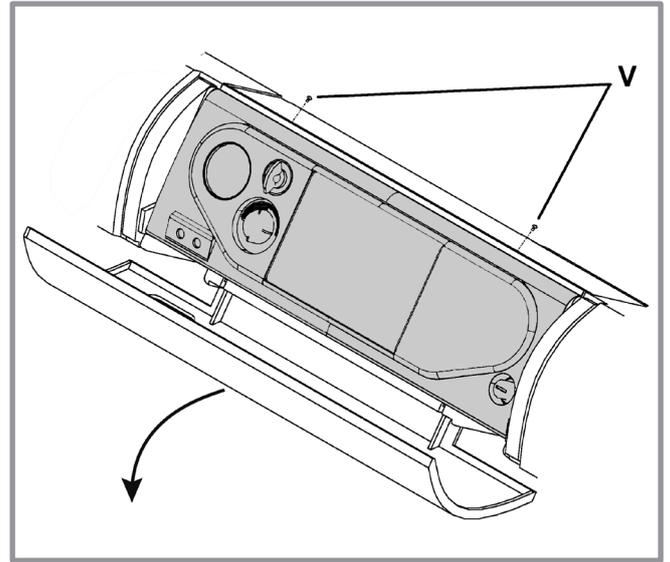
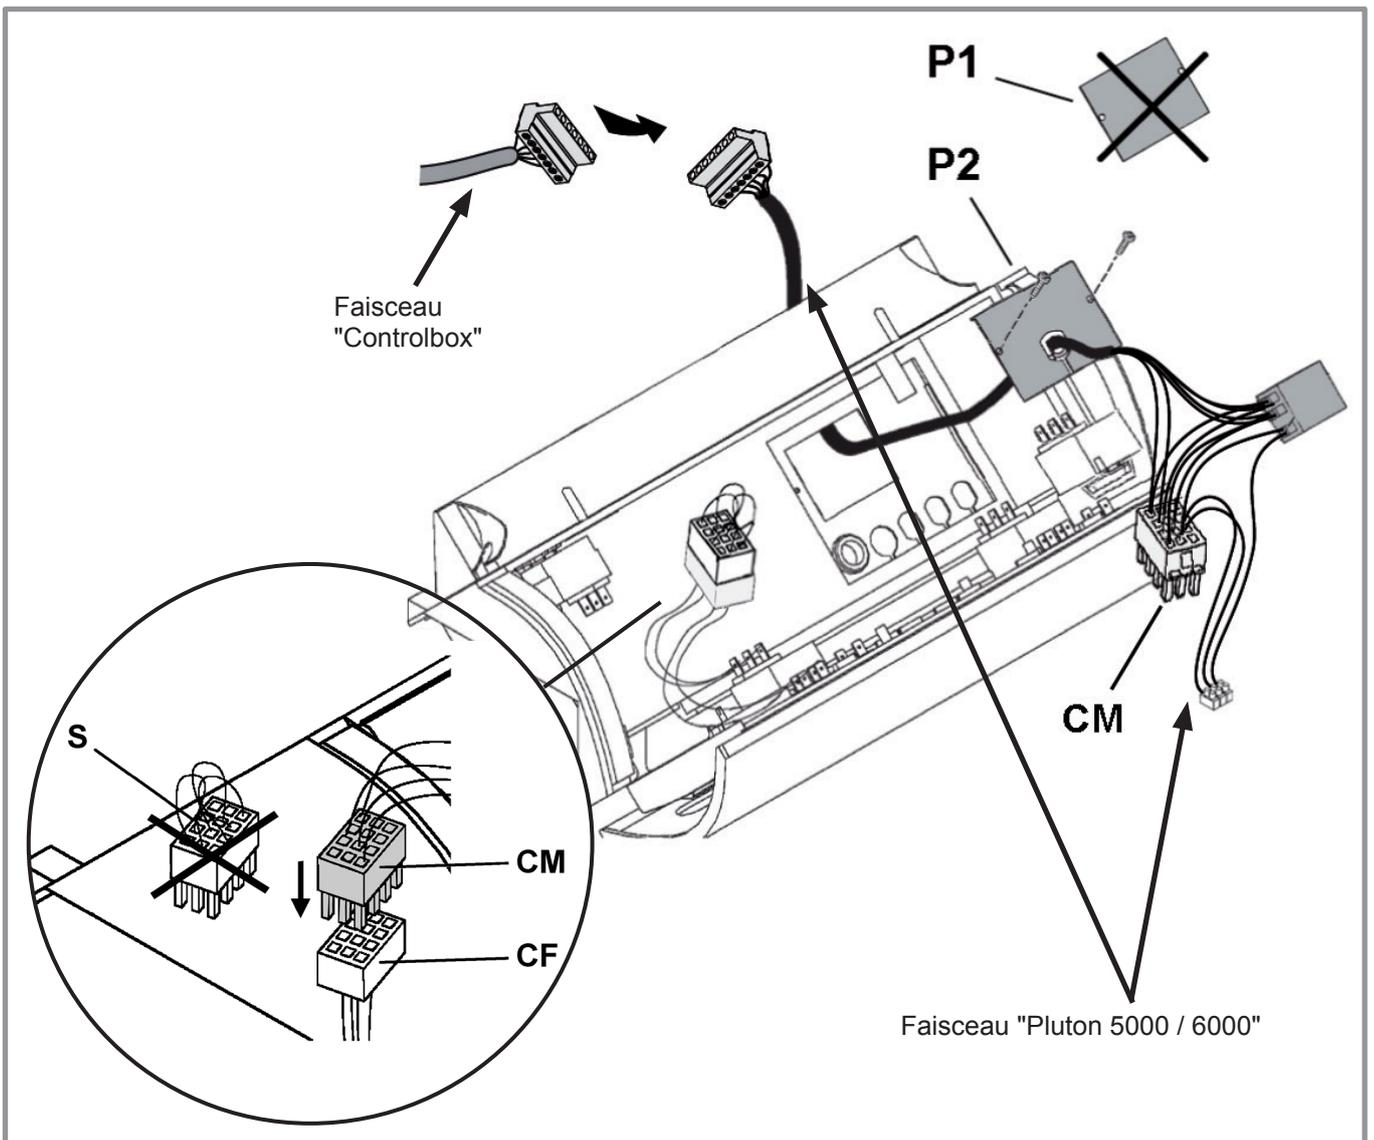
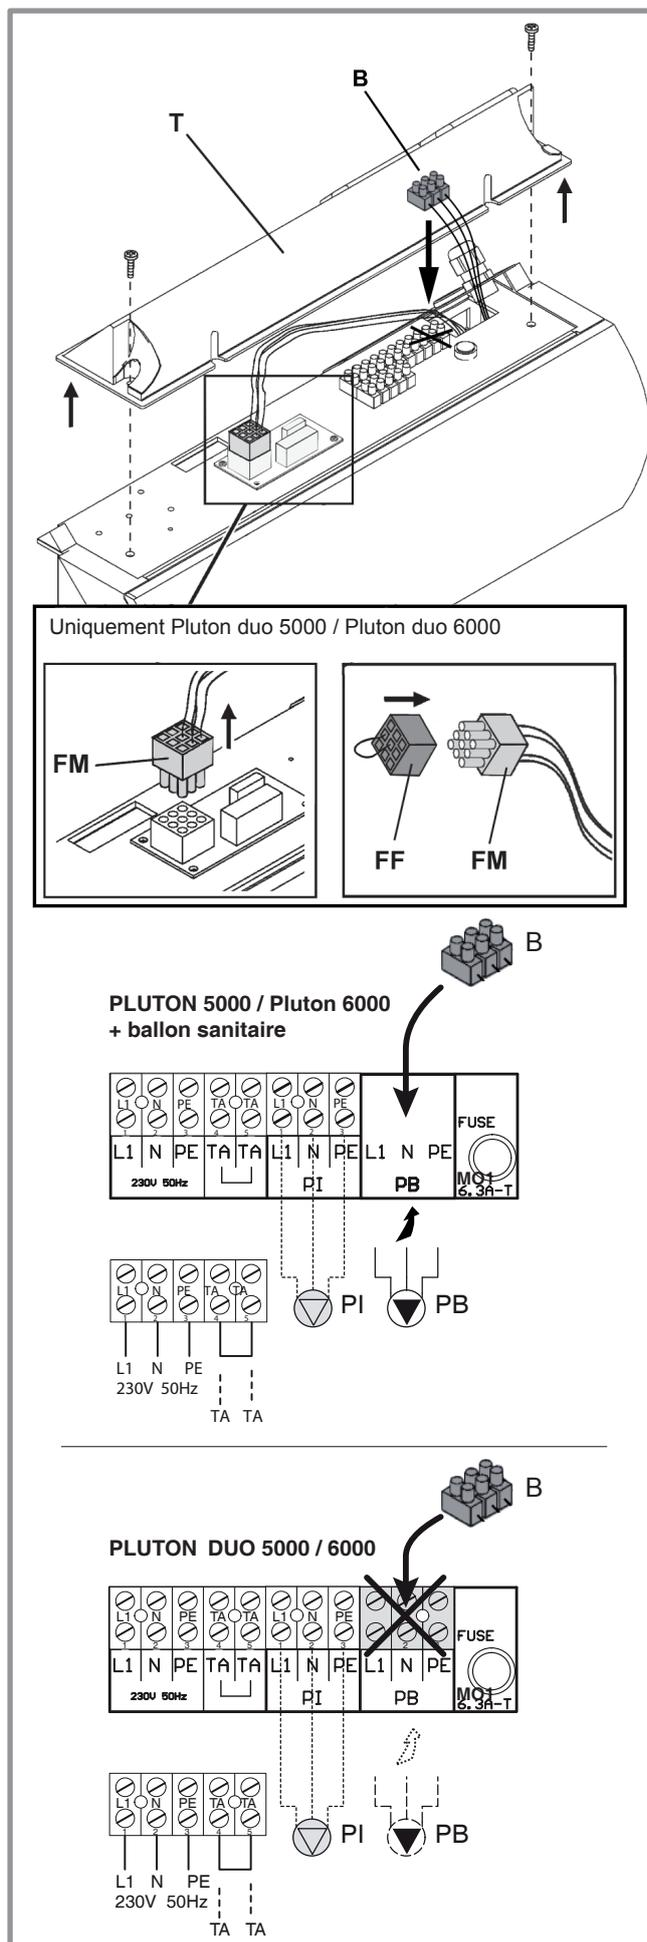

figure 9 - Ouverture du tableau de contrôle
figure 10 - Passage des prises
figure 11 - Raccordements sanitaires - Bornier 3 plots et shunt
- Basculer le volet du tableau de contrôle (figure 9).
- Desserrer les vis (V) et ouvrir le tableau de contrôle.
- Supprimer la plaque interne (rep. P1, figure 10),
- Déposer et supprimer le connecteur mâle 12 voies qui se trouve à l'intérieur du tableau de contrôle (rep. S, figure 10).
- Retirer le couvercle supérieur (T) du tableau de contrôle (2 vis).
- Faire passer le bornier 3 plots (rep. B, figure 11) à travers l'orifice et le fixer sur le tableau de contrôle.
- Si l'installation est équipée d'un ballon sanitaire : Raccorder le circulateur sanitaire (PB) sur le nouveau bornier 3 plots.
- Insérer le presse-étoupe dans la plaque (rep.P2, figure 10)
- Connecter le faisceau "Controlbox" sur le connecteur faisceau "Pluton 5000 / Pluton 6000" (figure 10).
- Remettre en place le couvercle supérieur (T).
- Déconnecter le circulateur sanitaire (PB) et supprimer le bornier 3 plots.
- Faire passer le bornier 3 plots du faisceau "Pluton 5000 / Pluton 6000" (rep. B, figure 11) à travers l'orifice et le fixer sur le tableau de contrôle.
- Raccorder le circulateur sanitaire (PB) sur le nouveau bornier 3 plots.
- Déconnecter la fiche (FM, figure 11) et connecter la fiche 9 pôles (FF) livrée dans le kit connectique.